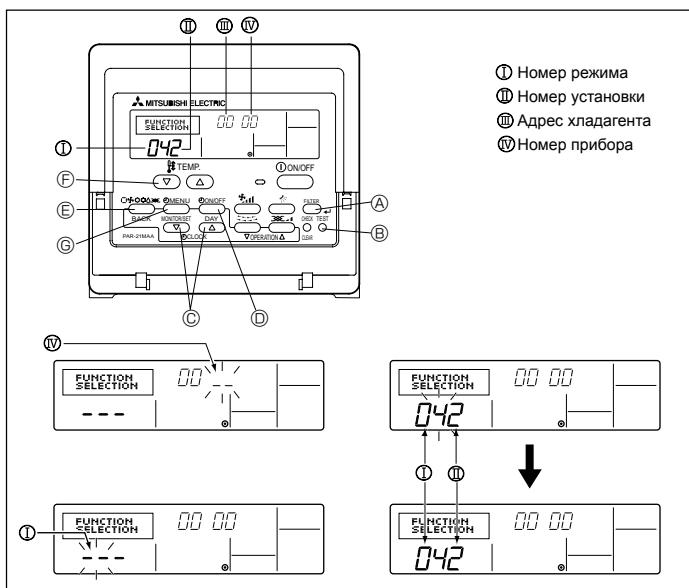

Fig. 6-8
- Для проводного пульта дистанционного управления (Fig. 6-8)